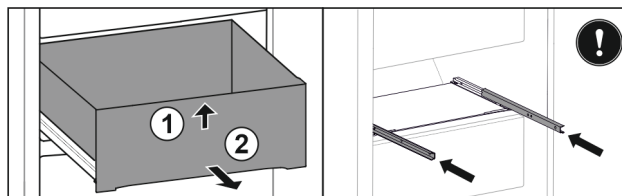

Fig. 134
- Lyft upp utdragslåda framtill. Fig. 134 (1)
- Ta ut utdragslåda genom att dra den framåt. Fig. 134 (2)